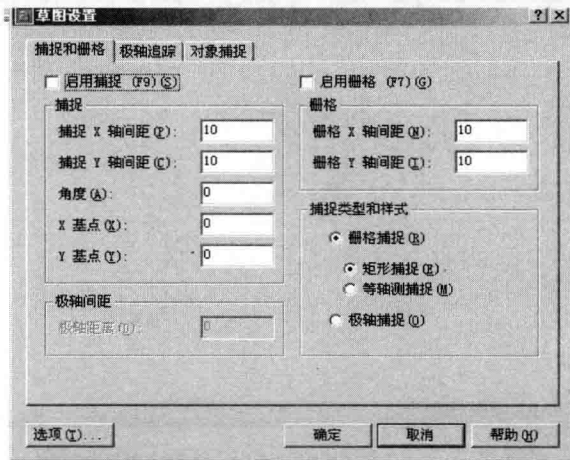

图 1-3 “草图设置”对话框
当打开这种模式时,光标只能沿 X 轴或 Y 轴或极轴方向移动固定距离,该距离可以通过“工具”→“草图设置”菜单打开“草图设置”对话框进行设定。或右键单击**捕捉**按钮,在弹出的快捷菜单中选择“设置”命令,打开“草图设置”对话框,如图1-3所示。在这个对话框的“捕捉”区域中可以设置移动距离。
② **栅格**: 该按钮可打开或关闭栅格显示。当显示栅格时,屏幕上将布满小点。栅格沿 X 轴、 Y 轴的间距由“草图设置”对话框的“捕捉和栅格”选项设置,如图1-3所示。